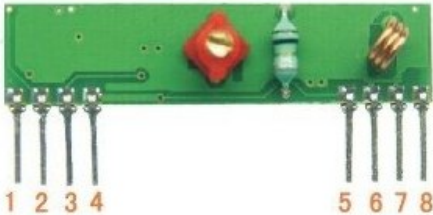

Figura 11: Receptor RF.
1. Identifique a pinagem do Receptor RF da Figura 11.